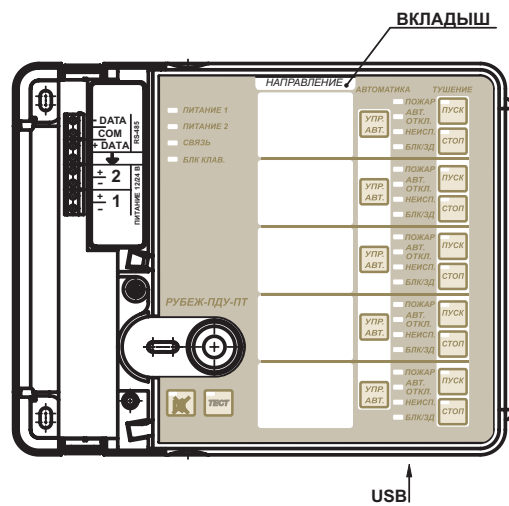

Рисунок 1 – Внешний вид прибора
3.2.6 Извлечь вкладыш (см. рисунок 1) и в столбце «Направление» вписать наименование зон контроля.